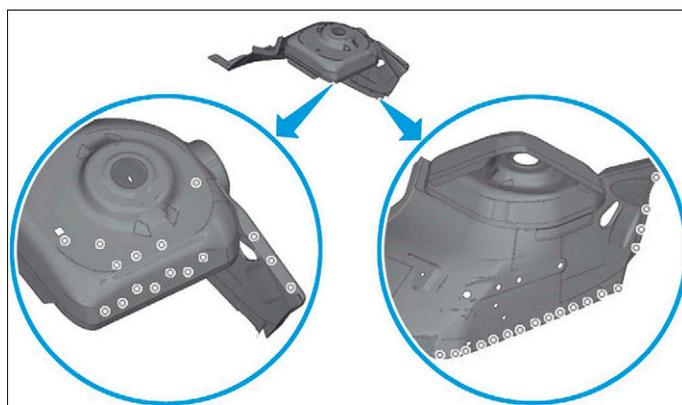

FIG. 36
- Tracer puis percer au Ø 8 mm pour soudage ultérieur par points bouchons (Fig.36).